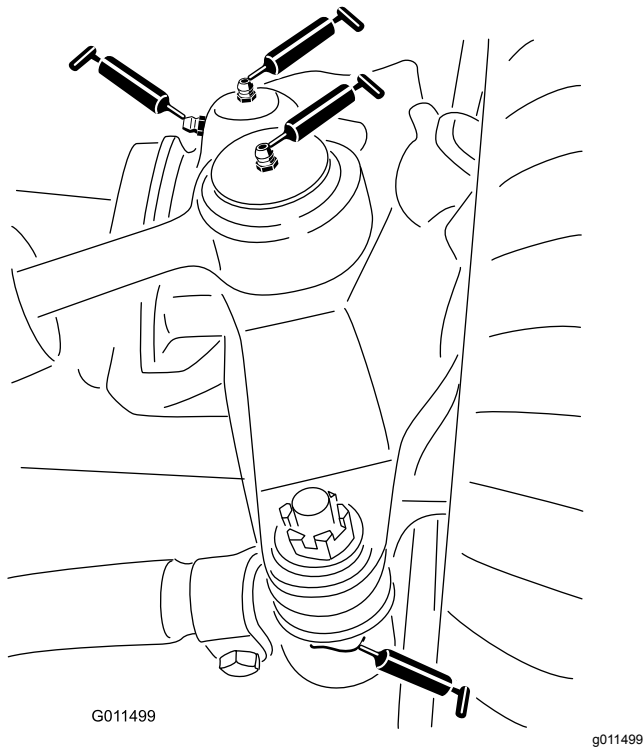

**Bild 57**
- Zwei Drehbüchsen an der Vorder- und Hinterachse (Bild 57)